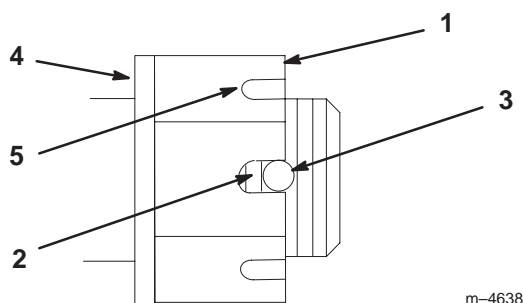

Figure 53
3. Serrez le boulon crénelé à 170 Nm (Fig. 53).
4. Contrôlez la distance entre la base de la fente de l'écrou et le bord intérieur du trou. On ne doit pas voir plus de deux filets (Fig. 53).
5. Si plus de deux filets sont visibles, enlevez l'écrou et placez une rondelle entre le moyeu et l'écrou (Fig. 53).
6. Serrez le boulon crénelé à 170 Nm (Fig. 53).
7. Serrez l'écrou jusqu'à ce que le jeu de fentes suivant soit en face du trou de l'axe (Fig. 53).